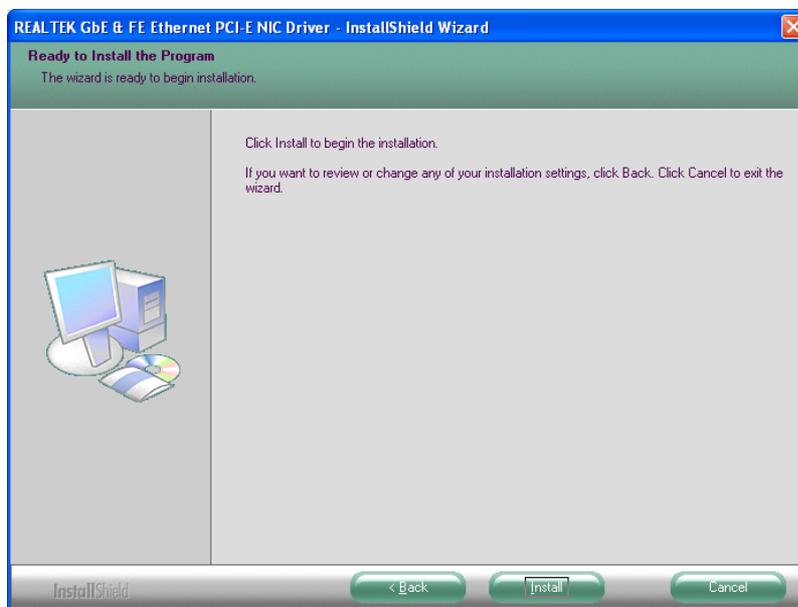

Abbildung 7-21: LAN-Treiber Begrüßungsbildschirm
Schritt 5: Der Begrüßungsbildschirm wird angezeigt (**Abbildung 7-21**).